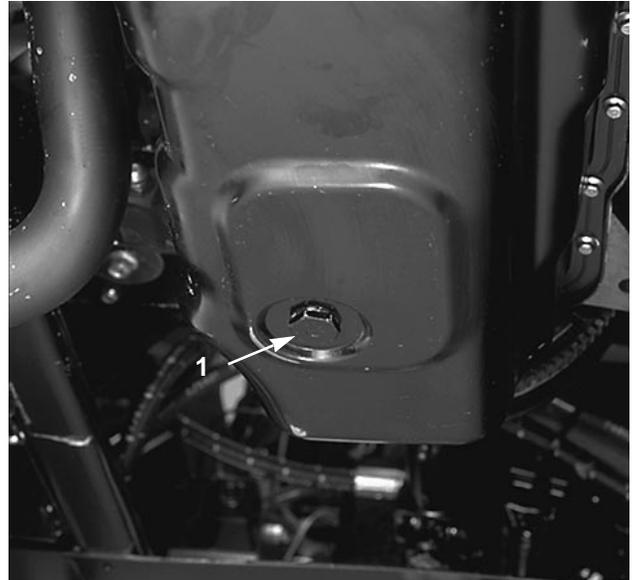

Bild 21
## MOTORÖL UND -FILTER (Bild 21–22)
1. Die Ablasschraube (Bild 21) entfernen und das Öl in eine Wanne ablaufen lassen. Wenn kein Öl mehr ausströmt, die Ablasschraube wieder mit einer neuen Schraubendichtung (Bestell-Nr. 74-7850) einschrauben.